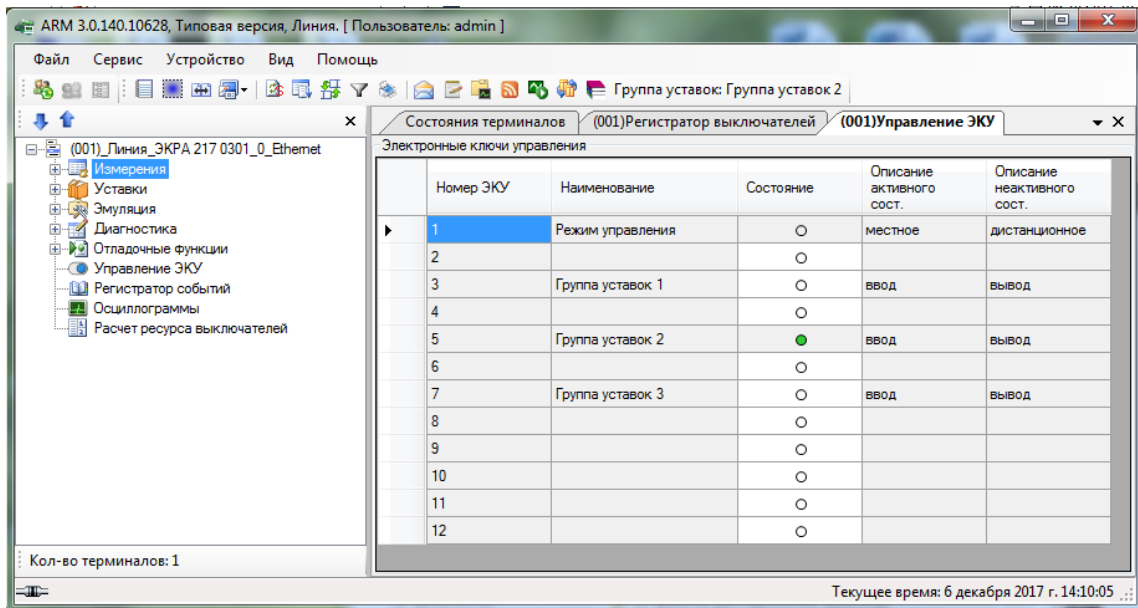

Рисунок 6.121
**Управление ЭКУ** в АРМ-релейщика автоматически добавляется, если источник изменения режима управления выбран «ЭКУ №1» или «логический сигнал» (при наличии блока индикации с ЭКУ) (см. рисунок 6.121).